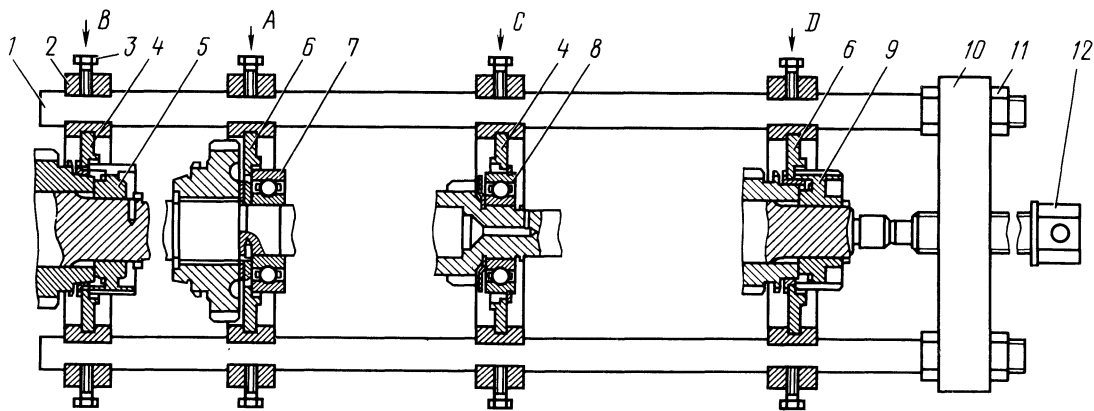

Рис. 102. Съемник 7823-6088-01 для снятия подшипников и ступиц с первичного и вторичного валов:
- установить первичный вал во вкладыши 4 (рис. 102, С) (на вкладышах выбит номер 7823-6088.00.06), установленные на каретке 2. Упереть винт 12 в центр первичного вала и вращением винта спрессовать с первичного вала подшипник 8 и снять маслоотражатель;
— установить вторичный вал подшипником 7 во вкладыши 6 (7823-6088.00.07) съемника, как показано на рис. 102, А и, вращая винт 12, спрессовать со вторичного вала шариковый подшипник;
— установить вторичный вал коробки передач ступицей 5 синхронизатора I и II передач во вкладыши 4 (7823-6088.00.06) съемника, как показано на рис. 102, В и, вращая винт 12, спрессовать ступицу 5;
— установить вторичный вал коробки передач ступицей 9 синхронизатора III и IV передач во вкладыш 6 (7823-6088.00.07) как показано на рис. 102, D и, вращая винт 12, спрессовать ступицу 9;